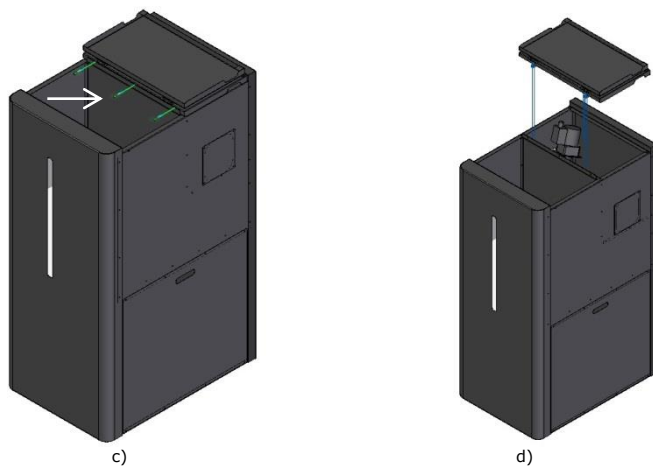

Figura 19 – Rimozione dei coperchi superiori
- 1 – In primo luogo, rimuovere i coperchi superiori. A tale scopo, rimuovere innanzitutto le due viti di fissaggio situate sul retro (Figura 19-a). Quindi, aprire il coperchio anteriore e rimuovere le 3 viti (Figura 19-c) che fissano i coperchi.